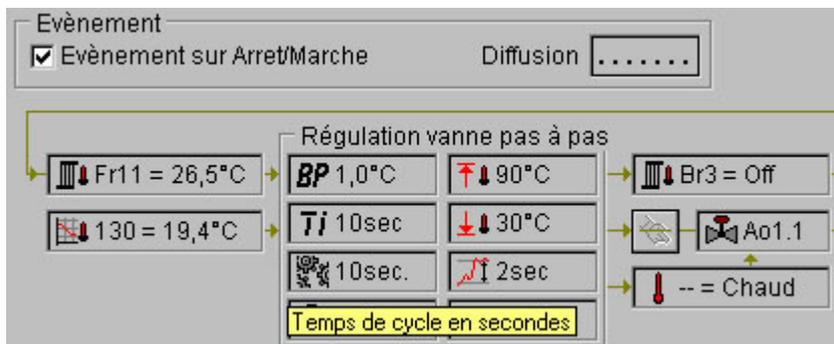

Figure 2.62 : Ressource Régulation vanne pas à pas - Temps de cycle en secondes
- Temps de cycle en secondes : (figure 2.62)